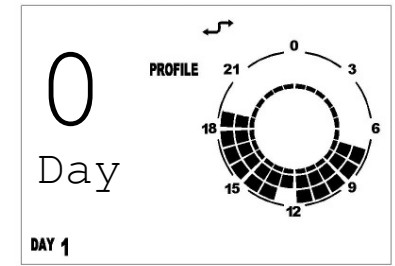

Abb. 6 – Tagesprofil
4. Auf dem Display oben rechts erscheint die Anzeige **PROFILE** und die Nummer des gewählten Profils blinkt (Abb. 6).